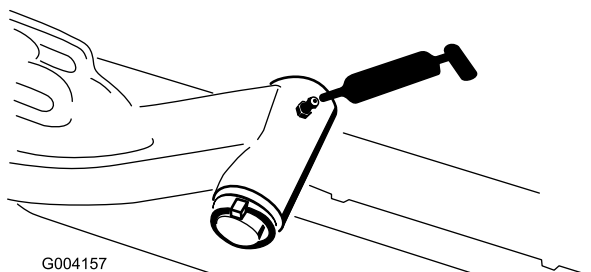

Figura 49
- Veio da articulação do braço de elevação (1 cada) (Figura 49)